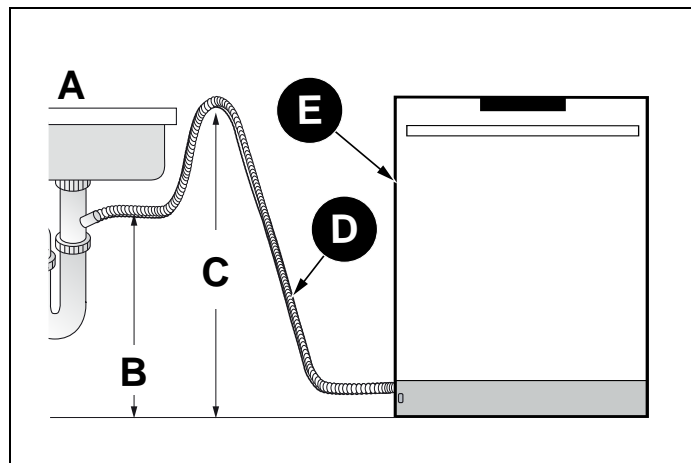

Fig. 20
- 5) S'il n'y a pas de dispositif anti-refoulement, assurez-vous de suspendre le milieu du tuyau de vidange bien au-dessus de la base du meuble évier pour éviter tout reflux (voir Fig. 20).